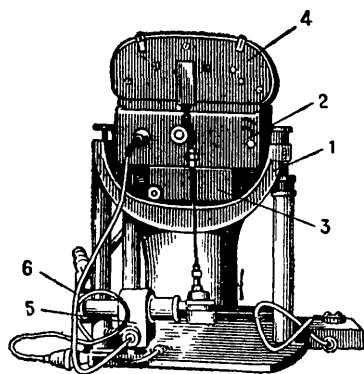

Рис. 29. Советский аппарат для воздушного фотографирования АФА-33:
На рис. 29 изображён советский аэрофотоаппарат АФА-33. Он состоит из фотоустановки (подставки) (1), на которой укреплена камера, камерной части (2), объективной части (3), в которой находятся объектив и затвор, и кассеты (4). Отдельный механизм (5) управляет заводкой и спуском затвора и передвижением плёнки. Он же приводит в движение маленькую воздуховку (6). Это странное на первый взгляд приспособление служит для прижимания плёнки в момент съёмки сжатым воздухом к специальному столику. В этом случае поверхность плёнки делается совершенно ровной, что чрезвычайно важно для получения резкого и точного снимка. Фотоаппарат